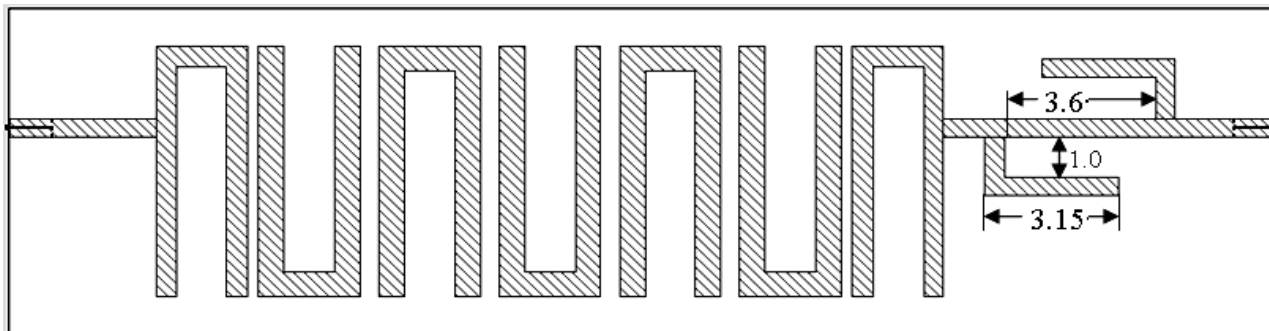

Рис. 3.114
5. Сделайте активным окно структуры **Fil43_48Z**, щёлкните по значку **Paste** на панели инструментов и установите скопированные шлейфы на расстоянии 1 мм от последнего резонатора полосового фильтра. Структура должна выглядеть, как показано на рис. 3.114.